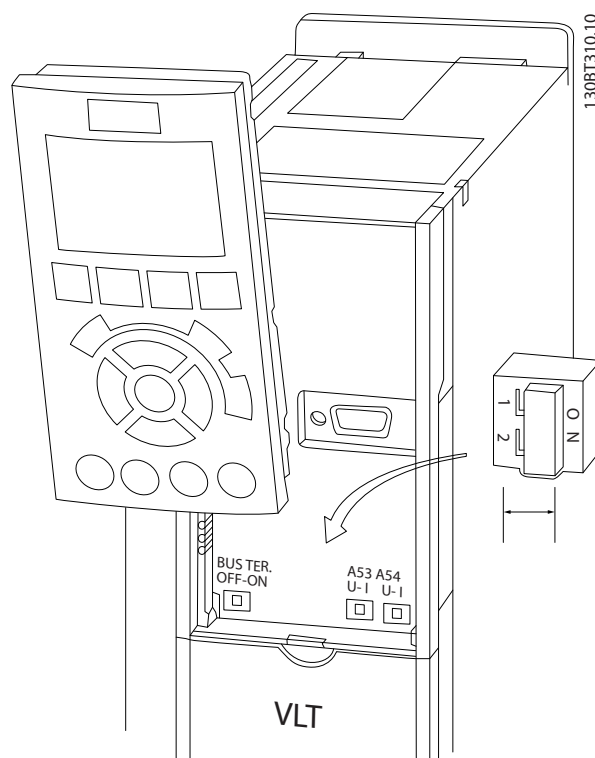

Рисунок 2.18 Расположение переключателей клемм 53 и 54 и переключатель оконечной нагрузки шины
- Доступ к переключателям можно получить, сняв LCP (см. Рисунок 2.18).